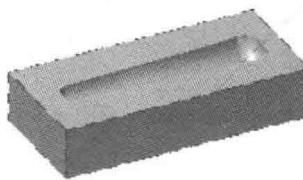

图 1.3.4 显示工件
Step4. 单击“机器群组属性”对话框中的  按钮, 完成工件的设置, 此时零件如图 1.3.4 所示。
说明: 从图 1.3.4 中可以观察零件的边缘多了红色的双点画线, 点画线围成的图形即为工件。